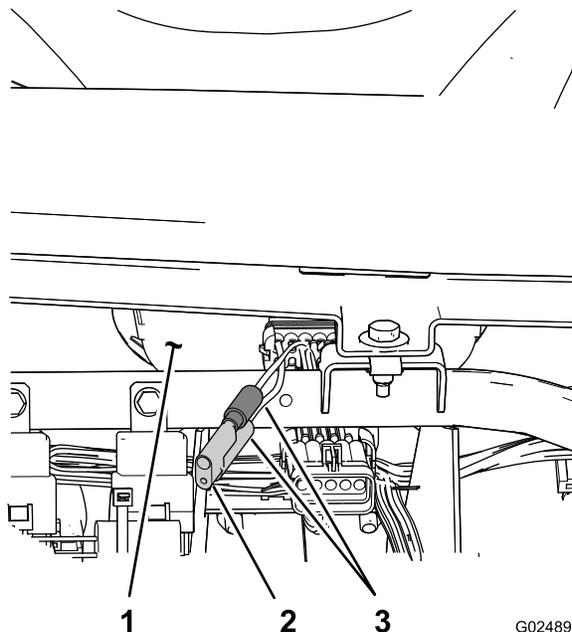

Bild 83
3. Ermitteln Sie die zwei losen Kabel neben dem Tacho (Bild 83).
4. Entfernen Sie den Anschlussstecker vom Kabelbaum und schließen Sie die Kabel zusammen (Bild 83).